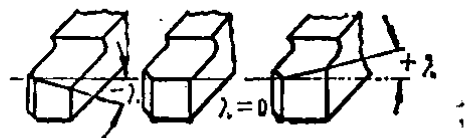

图10 刨刀的主切削刃斜角
(10) 主切削刃斜角——主切削刃和基面之间在切削平面上投影的夹角, 以 λ 表示 (图10)。